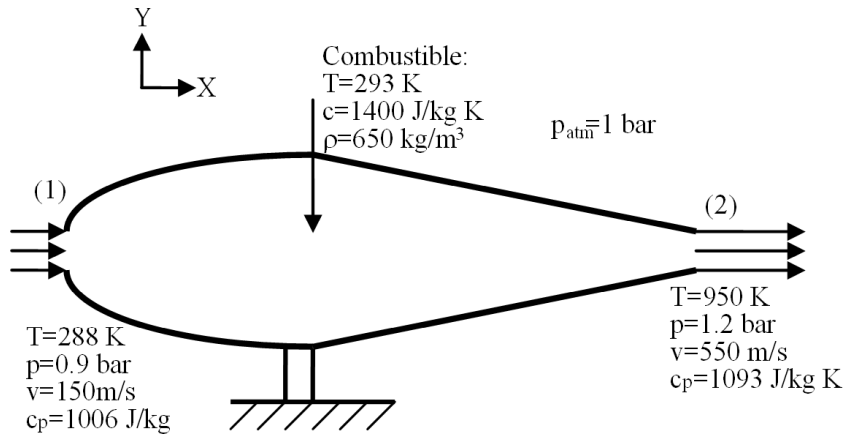

Figura 3.32: Turbomotor
Un turbomotor se encuentra colocado en un túnel de viento como indica la figura 3.32, aspirando aire por la superficie (1). Las distribuciones de velocidad en las secciones (1) y (2) son uniformes, siendo el gasto de combustible introducido lateralmente el 3 % del flujo másico de aire introducido en el turbomotor. Las pérdidas por conducción se corresponden con el 2 % del calor generado por la combustión. Asumiendo que la composición de los gases de salida es aproximadamente la del aire, calcule: